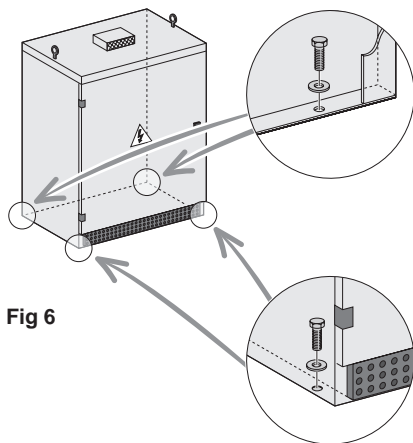

Fig 6
- Fixer les coffrets au sol avec ou sans socle, en utilisant les points de fixation prévus à cet effet (fig 6).